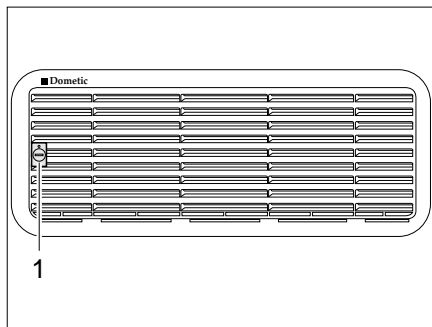
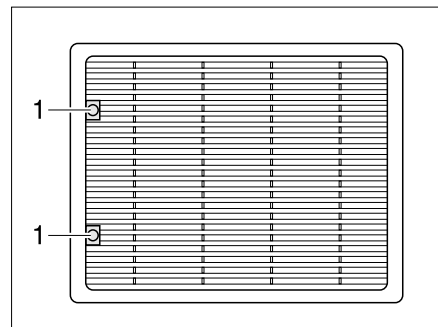

Bild 316 Kühlschrank-Lüftungsgitter (Dometic klein)
Bild 317 Kühlschrank-Lüftungsgitter (Dometic groß)
- Schraube (Bild 316,1 bzw. Bild 317,1) mit Hilfe einer Münze eine viertel Umdrehung drehen.